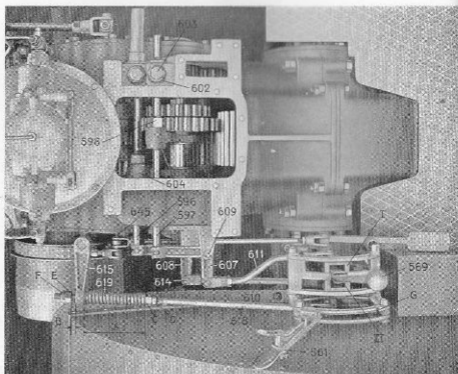

Fig. 78.
Skulle av någon anledning misstänkas, att fel på axlar eller kuggväxlar uppstått, kan en inspektion av desamma ske genom borttagande av inspektionsluckan (437, se fig. 78).
De drivande och de drivna lamellerna äro växelvis inlagda bredvid varandra i lamellkåpan. Sålunda är varannan lamell *drivande*, fastsatt på lamellkåpan, och varannan *driven*, fastsatt vid lamellkopplingsaxelns fyrkant. Då kopplingen är frånslagen under det motorn är igång, rotera de drivande lamellerna tillsammans med det koniska kugghjulet, under det de drivna, tillsammans med lamellkopplingsaxeln, stå stilla. Vid tillstängning av lamellkopplingsspaken (561, se fig. 78) pressas lamellerna tillsammans. På grund av friktionen mellan dem sättes därvid lamellkopplingsaxeln, och med denna traktorn (vid stationär drift remskivan) i rörelse.
Om trycket på lamellerna är för litet, slirar kopplingen, om det är för stort, belastas tryck-kullagret onödigt mycket. Regleringen av trycket sker medelst fjädern (619, fig. 78) på spakens koppelstång. Måttet "A" skall vara 140 mm. då kopplingen är tillslagen, d. v. s. då spaken har det läge som visas i fig. 78.
Tryckskivans rörelse vid frånslagningsav lamellkopplingen regleras medelst muttern "E" (fig. 78). Måttet "B" får ej vara mindre än 10 mm, då kopplingen är tillslagen, d. v. s. då spaken har den ställning som visas i fig. 78. Om måttet "B" är för litet, riskeras att tryckskivan föres så långt tillbaka, att någon lamell kan falla ned på axeln, och hindra kopplingens tillslagnings. Vid demontering av spakstället bör man av samma skäl låsa armen 615 (fig. 78) i tillslagningsläge, medelst en järntråd eller på annat lämpligt sätt.
växelspaken (569, se fig. 78). Denna, som är ledbar i sidolead, kan från neutralläget föras i ingrepp med antingen den ena eller den andra av armarna I och II. Dessa äro medelst koppelstängerna (610, 611) och vinkelarmarna (607, 608) förbundna med skjutaxlarna (596, 597), vilka förskjuta kugghjulen medelst skjutgafflarna (604) längs med sina resp. axlar. Med armen I kopplas till 2:dra eller 3:dje hastigheten, och med armen II till 1:sta hastigheten eller back.
Mellan de skjutbara kugghjulens ytterkanter och innerkanterna på 1:sta mellanaxelns kugghjul finnes ett mindre spelrum, då kugghjulen stå i neutralläge. Vid monteringen måste ovillkorligen tillses, att detta spelrum är lika stort på båda sidor. Justering sker genom att gänga in skjutaxlarna i skjutgafflarna mer eller mindre långt. Vidare skall kontrolleras, att koppelstängernas (610, 611) längd är riktig, vilket är fallet om urtagningarna i armarna I och II stå mitt för öppningen i spakställets mellanbalk, då skjutaxlarna äro låsta i neutrallägena (se fig. 78).
3. Sedan lamellkopplingsarmen (615, se fig. 78 och 90) fast-